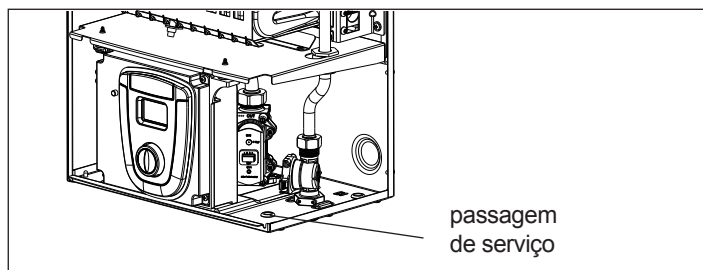

Fig. 13 - Passagem de serviço
- Retire o tampão que fecha a passagem de serviço (ver fig. 13) e faça passar através do orifício o tubo de silicone do manómetro